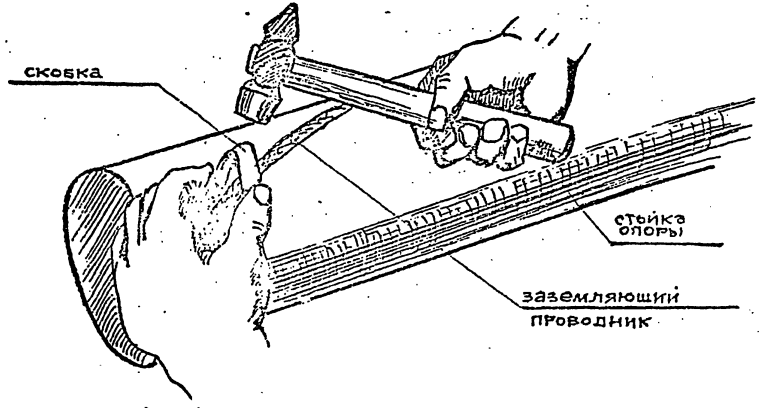

Рис. 2
4.3. Э1 прокладывает заземляющий проводник ЭП2 по траверсе и опоре, удерживает его, а Э2 забивает вторую скобку по оси стойки опоры (рис.2).